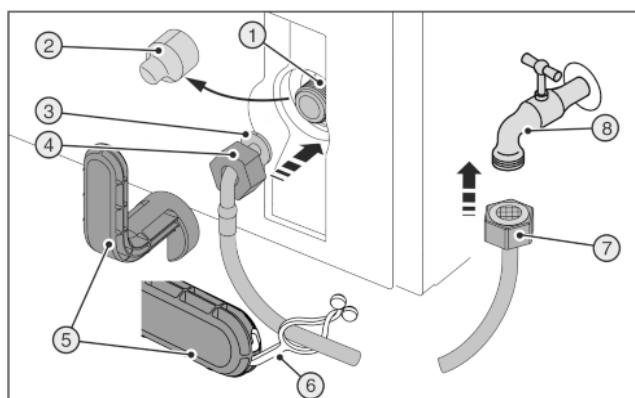
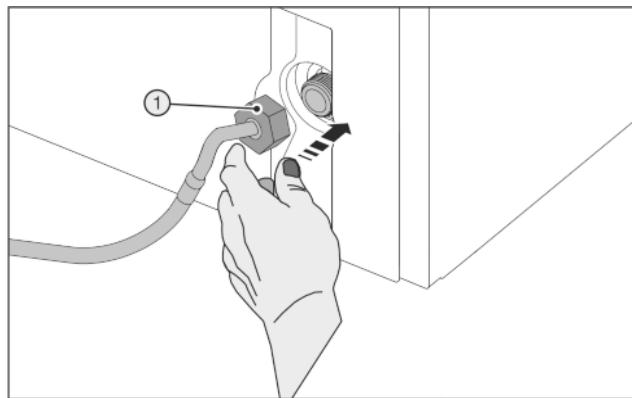

Fig. 28
Fig. 29
Счупен помощен инструмент Fig. 28 (5)!
- ▶ Използвайте помощния инструмент Fig. 28 (5) само при стайна температура.
- ▶ Издигнете капака Fig. 28 (2).
- ▶ Улеснен монтаж: Положете правия край на маркуча Fig. 28 (7) наляво върху пода.
- ▶ Плъзнете докрай и задръжте гайката Fig. 28 (4) над огънатия край на маркуча Fig. 28 (3).
- ▶ Поставете внимателно гайката Fig. 29 (1) и с два пръста я завинтете права върху резбата, докато се постигне добро прилягане.
- ▶ Затегнете гайката Fig. 29 (1) с помощен инструмент Fig. 28 (5) по посока на часовниковата стрелка, докато максималният въртящ момент бъде достигнат и помощният инструмент Fig. 28 (5) превърти.
- ▶ Завинтете гайката Fig. 28 (7) върху спирателния кран Fig. 28 (8).
- ▶ Затегнете гайката Fig. 28 (7) с помощен инструмент Fig. 28 (5) по посока на часовниковата стрелка, докато максималният въртящ момент бъде достигнат и помощният инструмент Fig. 28 (5) превърти.
- ▶ Отворете спирателния кран Fig. 28 (8) на подаването на вода и проверете херметичността на цялата водопроводна система.
- ▶ Закачете халката Fig. 28 (6) в помощния инструмент Fig. 28 (5) и закрепете към маркуча от неръждаема стомана за съхранение.